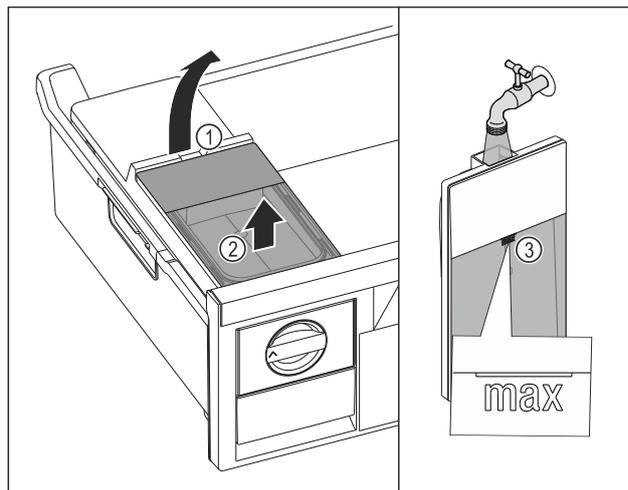

Fig. 110
- ▶ 从凹槽 Fig. 110 (1) 抬起水箱。
- ▶ 向上取出水箱。Fig. 110 (2)
- ▶ 向水箱注入饮用水，直至标记 Fig. 110 (3)。